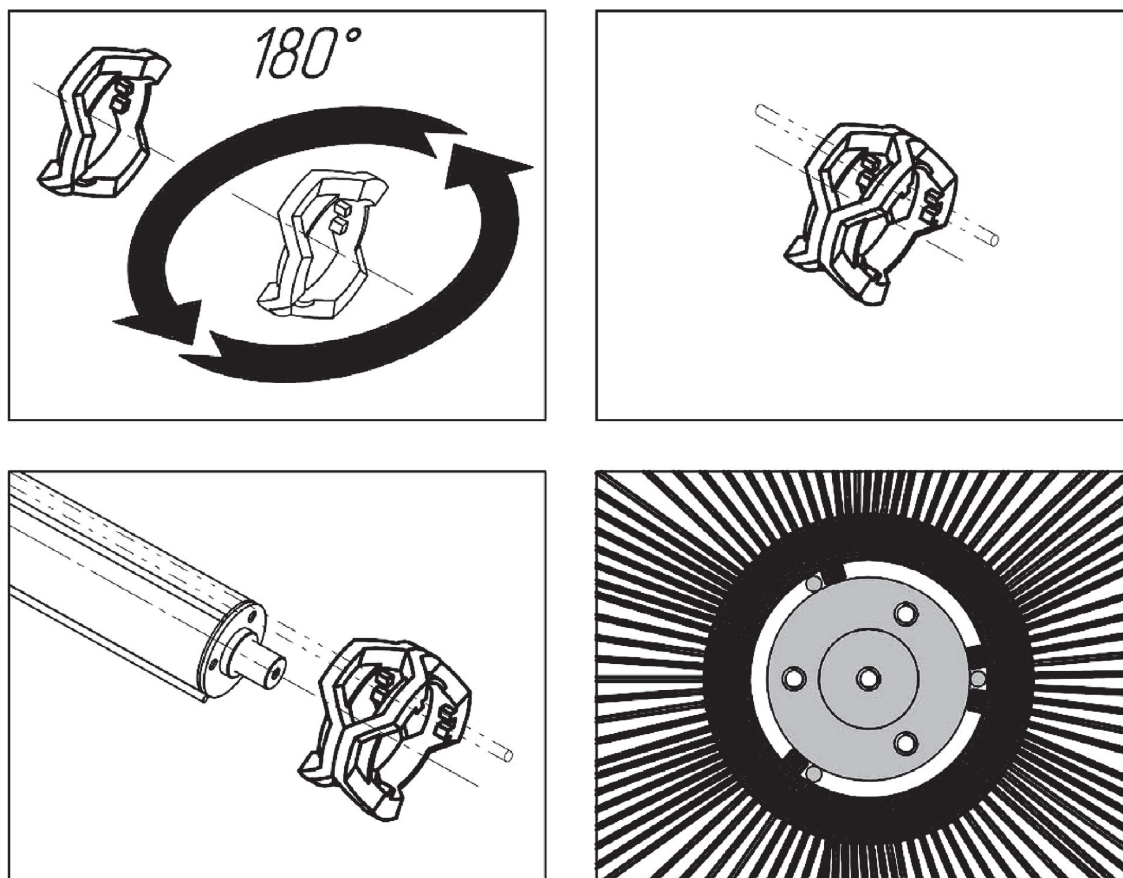

Рисунок 14 – Расположение щеточных дисков
- Установите запасные щеточные диски подходящего диаметра, поворачивая каждый следующий диск на 180° вокруг перпендикуляра к оси подметающего катка (Рис. 14).